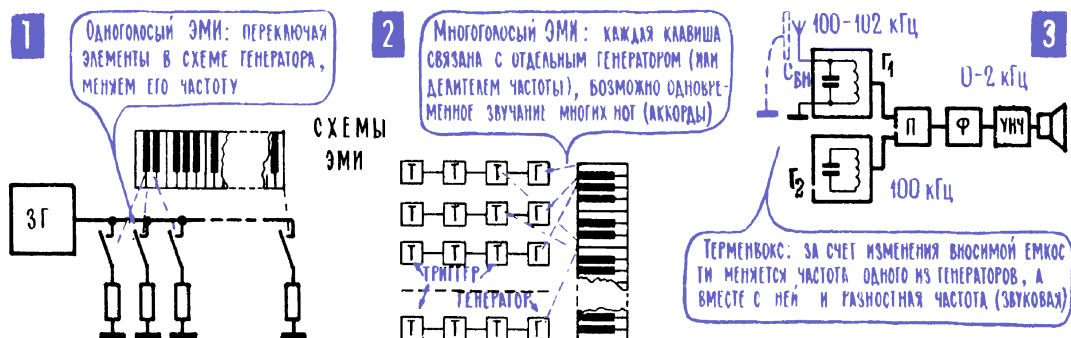

Рис. 14.4. Одноголосые и многоголосые ЭМИ
Электромузыкальные инструменты тоже бывают одноголосыми и многоголосыми. В одноголосом ЭМИ только один генератор, в нем с помощью клавиатуры или иным способом переключают элементы схемы, которые определяют частоту (рис. 14.4; 1). В таком одноголосом ЭМИ ак-
Первым электронным музыкальным инструментом был терменвокс, много лет назад его изобрел и построил молодой петроградский физик Лев Термен. В 1921 году в Кремле изобретатель демонстрировал свой терменвокс Владимиру Ильичу Ленину, а спустя несколько лет совершил много гастрольных поездок по стране и миру, с большой концертной программой выступал в лучших залах Парижа, Берлина, Нью-Йорка, Лондона. Терменвокс – одноголосый инструмент, звуковая частота в нем получается с помощью двух высокочастотных генераторов, сигналы которых подаются на нелинейный элемент, детектор. В результате появляется разностная частота (гл. 11; 18), которую вгоняют в низкочастотный диапазон, меняя частоту одного из высокочастотных генераторов. И таким же способом, изменяя одну из высоких частот, переходят от одной ноты к другой. В терменвоксе управление высокочастотным генератором производится весьма эффектно: в контур одного из генераторов включен штырь, и, приближая к нему руку, исполнитель меняет емкость контура, меняет одну из высоких частот, а значит, и разностную, низкую частоту (рис. 14.4; 3). Терменвокс и сегодня можно встретить на концертной эстраде, главным образом в ансамблях электромузыкальных инструментов, его модель нетрудно изготовить и самому (см. *Практикум* в конце этой главы).
9. В многоголосом ЭМИ одновременно может работать большое число источников сигнала, возможны различные звукосочетания, аккорды. Казалось бы, есть только один путь создания многоголосого ЭМИ: в нем нужно иметь для каждой ноты свой собственный генератор – так же, как в рояле для каждой ноты есть своя струна. Однако, используя триггеры, можно создать многоголосый ЭМИ по другой схеме, имея в инструменте всего 12 генераторов – для всех нот одной, самой высокочастотной октавы. А затем частоту каждого генератора можно делить с помощью триггера и перейти к следующей, более низкочастотной октаве. Таким образом, имея 12 генераторов и 12 триггеров, можно получить двухоктавный многоголосый ЭМИ; добавив к нему еще 12 триггеров, увеличить число октав до трех и т. д. Можно сказать, что инструмент, выполненный по такой схеме, имеет 12 цепочек – «до», «до-диез», «ре», «ре-диез» и т. д., и в каждой цепочке есть свой генератор и триггеры, которые меняют основную частоту в два раза, переводят ноту в следующую октаву (рис. 14.4; 2).